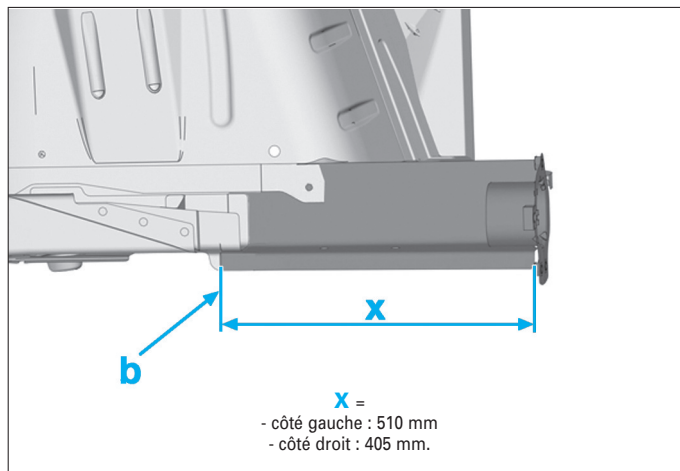

FIG. 216
- Tracer la ligne de coupe (b) (Fig.216).